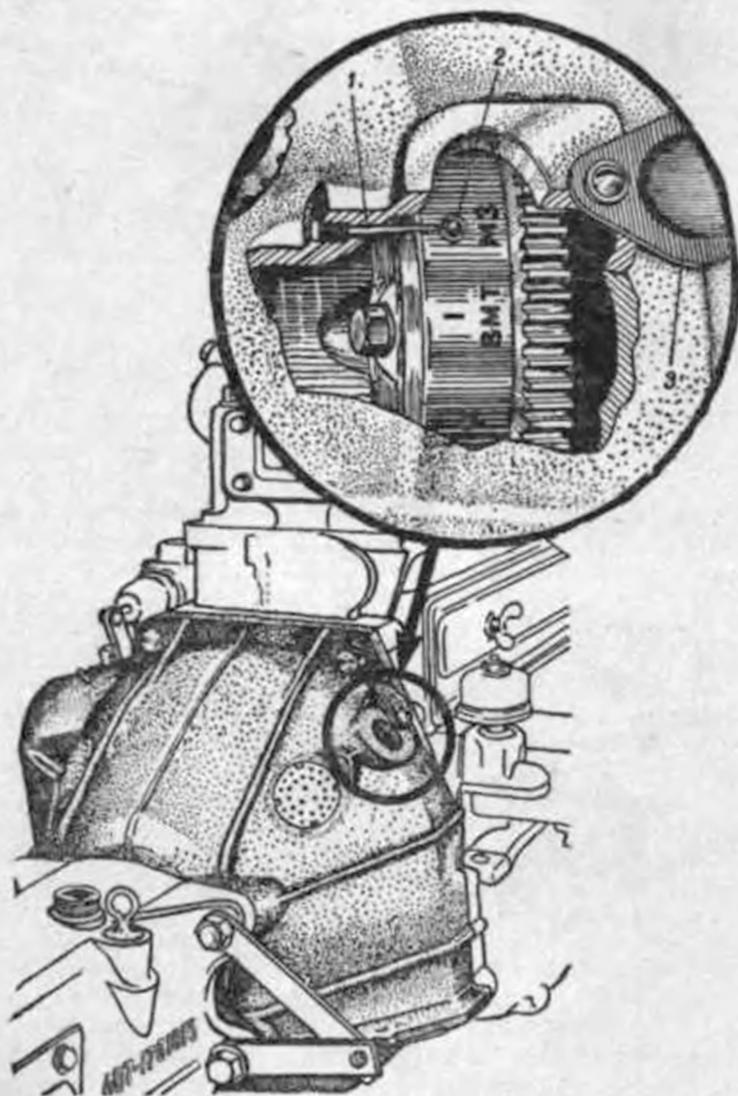

Рис. 17. Смотровое окно в картере сцепления и установочные метки на ободу маховика
2. Установить поршень первого цилиндра (считая от радиатора) в верхнюю мертвую точку (в. м. т.) такта сжатия (оба клапана закрыты), повернув пусковой рукояткой коленчатый вал двигателя так, чтобы метка, нанесенная на ободе маховика, — черта с обозначением ВМТ (рис. 17) — совместились с острием 1 штифта, закрепленного в смотровом люке картера сцепления **.
** С целью показать обе установочные метки, имеющиеся на ободе маховика, на рис. 17 с острием штифта 1 совмещена метка МЗ (момент зажигания), а не метка ВМТ.
Для проверки установки момента зажигания вывертывают свечу первого (считая от радиатора) цилиндра и закрывают свечное отверстие в головке блока пробкой из смятой бумаги. Далее открывают крышку 3 (см. рис. 17) смотрового окна на картере сцепления и медленно вращают коленчатый вал двигателя пусковой рукояткой до начала такта сжатия в первом цилиндре, которое определяют по выталкиванию бумажной пробки, закрывающей свечное отверстие. Продолжая вращать вал, устанавливают поршень первого цилиндра в положение, соответствующее моменту проскакивания искры на электродах свечи (10° до в. м. т.), при котором метка МЗ на маховике (запрессованный в обод шарик 2) совпадает с острием штифта, закрепленного в смотровом окне картера сцепления. В этом положении коленчатого вала ослабляют стяжной винт хомутка пластины крепления корпуса распределителя, снимают крышку распределителя и устанавливают октан-корректор в среднее положение, совместив с торцом горловины корпуса распределителя четвертое деление шкалы корректора.